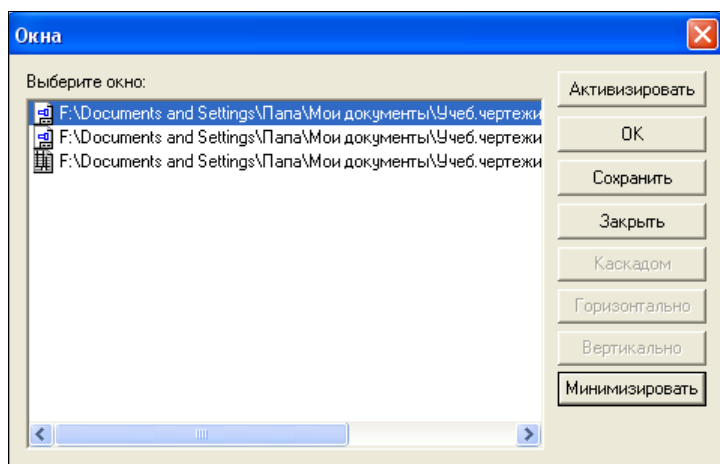

Рис. 14.31. Диалоговое окно **Окна**
- ♦ **Все окна** — при вызове этого пункта система выводит на экран диалоговое окно **Окна** (рис. 14.31) со списком всех открытых в данный момент файлов. Выделенный документ является текущим.